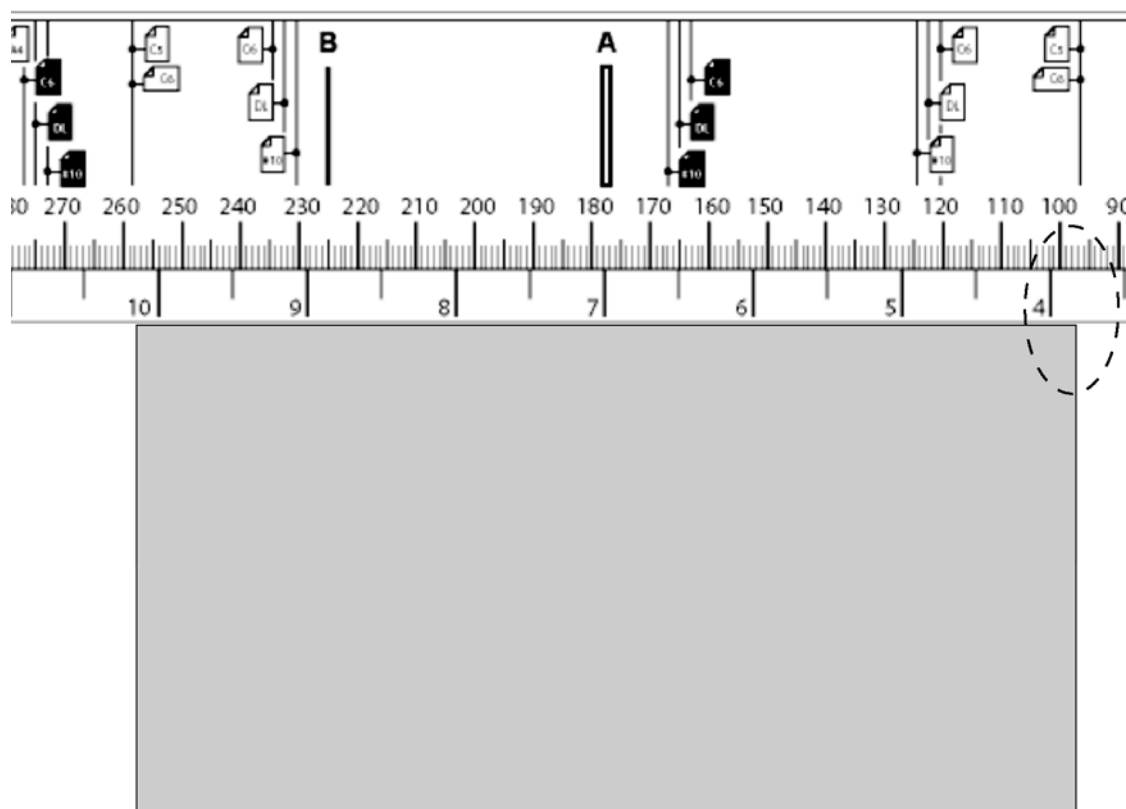

Abbildung 17: Offset Papier I
2. Lesen sie auf dem Lineal, welches am Drucker angebracht ist, den Wert ab an dem sich die Kante des Papiers befindet. Siehe Abbildung 17 für ein Beispiel. In diesem Beispiel beträgt der **OFFSET PAPIER** Wert 98 mm / 3.86".